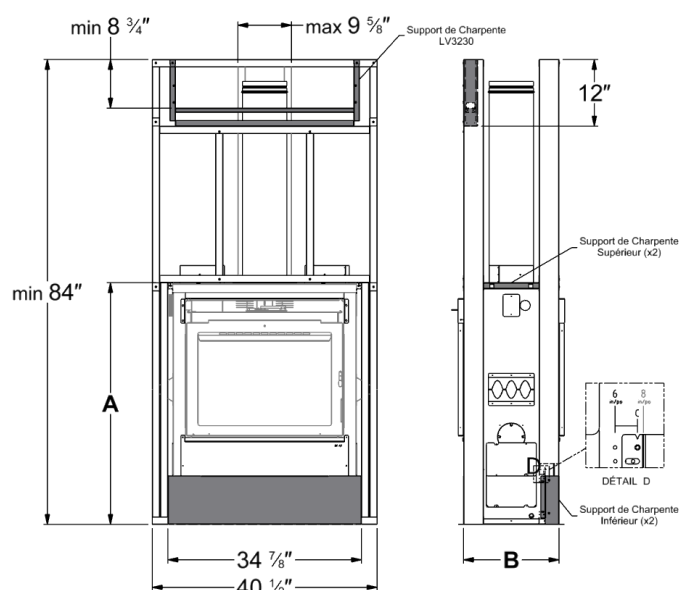
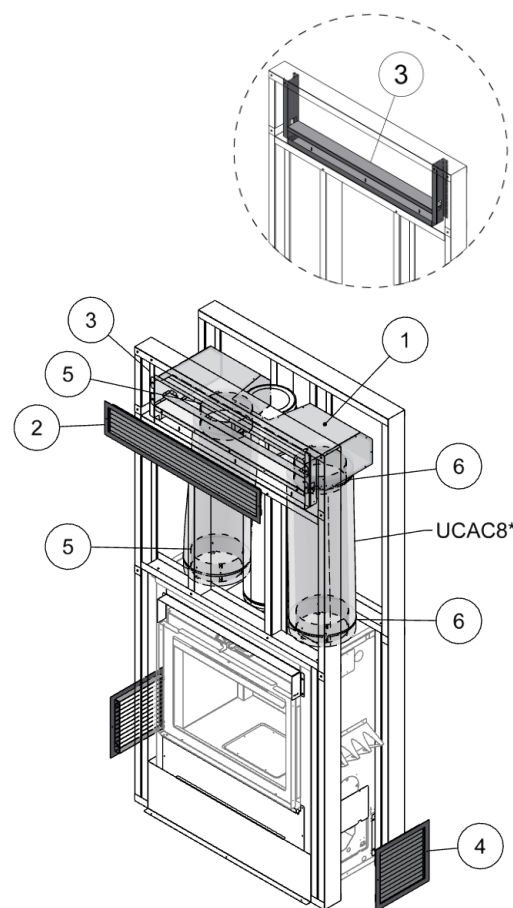

Figure 3-13 : Charpente Astra Duo pour Façade Contemporaine avec sortie à grille linéaire simple (ensemble LV32) sur mur avant ou arrière et cheminée de 6 po.
Figure 3-18 : Installation des conduits gravitaires de 8 po à grille linéaire simple pour Astra Duo. (POUR CHEMINÉE DE 6 po SEULEMENT)
2. Déterminer l'emplacement de la sortie d'air chaud dans la charpente et préparer une ouverture rectangulaire de 12 po (H) pour le support de charpente pour grille de 32 po (Élément 3 de la Figure 3-18). Noter qu'une distance de dégagement minimale de 3,75 po est requise du plafond (Figures 3-13 et 3-24). Noter que la sortie d'air chaud peut être installée dans la même pièce ou dans une pièce différente.
3. Fixer le support de charpente pour grille de 32 po (Élément 3 de la Figure 3-18) dans l'ouverture prévue. Fixer le diffuseur de 32 po (Élément 1 de la Figure 3-18) dans le support de charpente en orientant les adaptateurs de conduit de 8 po (Élément 5 de la Figure 3-18) vers le bas.
4. Mesurer la distance entre les adaptateurs de conduit de 8 po fixés sur le dessus de l'appareil et ceux fixés au diffuseur de 32 po, ensuite couper le conduit flexible isolé de 8 po (Élément UCAC8 de la Figure 3-18) aux longueurs nécessaires.
5. Procéder au raccordement en glissant chaque conduit flexible isolé de 8 po sur les adaptateurs de conduit de 8 po haut et bas correspondants, ensuite fixer chaque raccordement avec deux colliers de 8 po (Élément 6 de la Figure 3-18).
6. Installer la grille linéaire de 32 po (Élément 2 de la Figure 3-18) et les grilles carrées de 10 po (Élément 4 de la Figure 3-18) une fois l'enceinte complétée (voir la Section 3.7).
REMARQUE : Les conduits gravitaires à grille linéaire simple (ensemble LV32) peuvent uniquement être installés avec un conduit de cheminée de 6 po (voir la Figure 3-13).